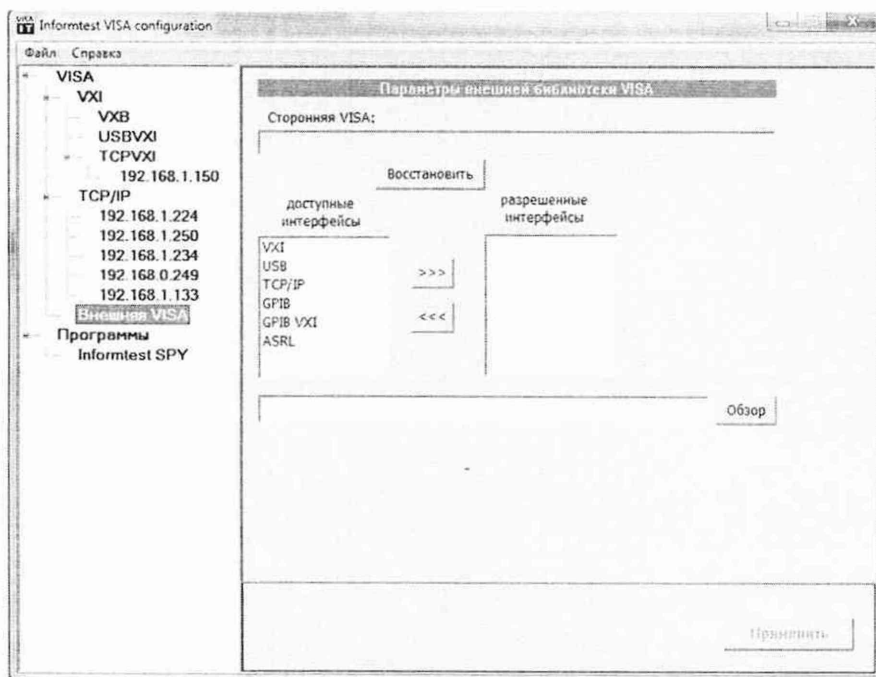

Рисунок 6 – Программная вкладка Внешняя VISA
3) Программная вкладка «Внешняя VISA» (рисунок 6).